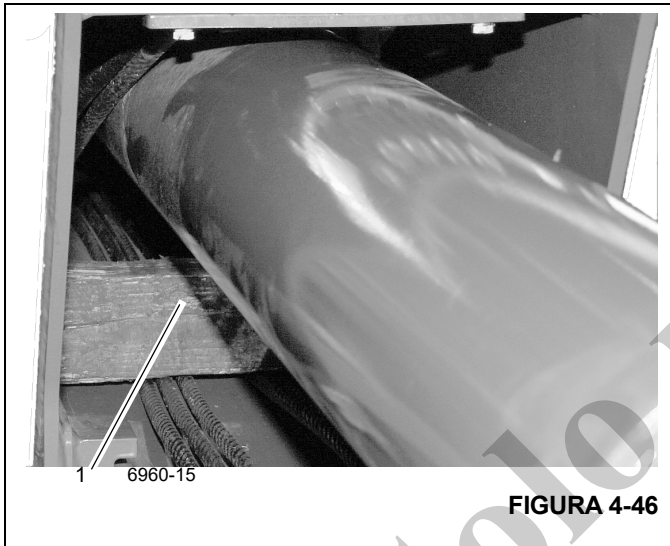

FIGURA 4-46
18. Coloque bloques (1), (Figura 4-46) debajo de la parte trasera del cilindro de telescopización para ayudar al armado (Figura 4-46).